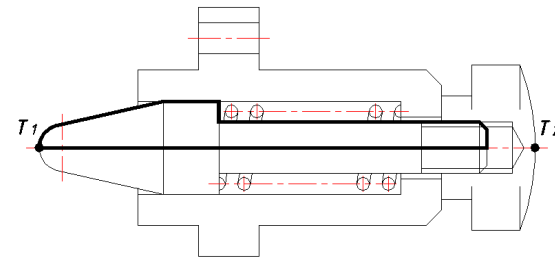

Рис. 28
- ◆ Полилинией строим контур для вращения K1 (рис. 28): контур не должен пересекать ось и должен быть замкнутым.